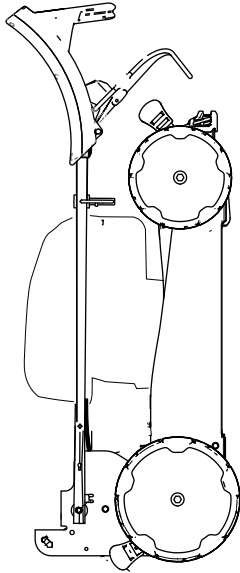

Bild 21
6. Heben Sie die Vorderseite der Maschine am Holm an und stellen sie in den Lagerplatz (Bild 21).